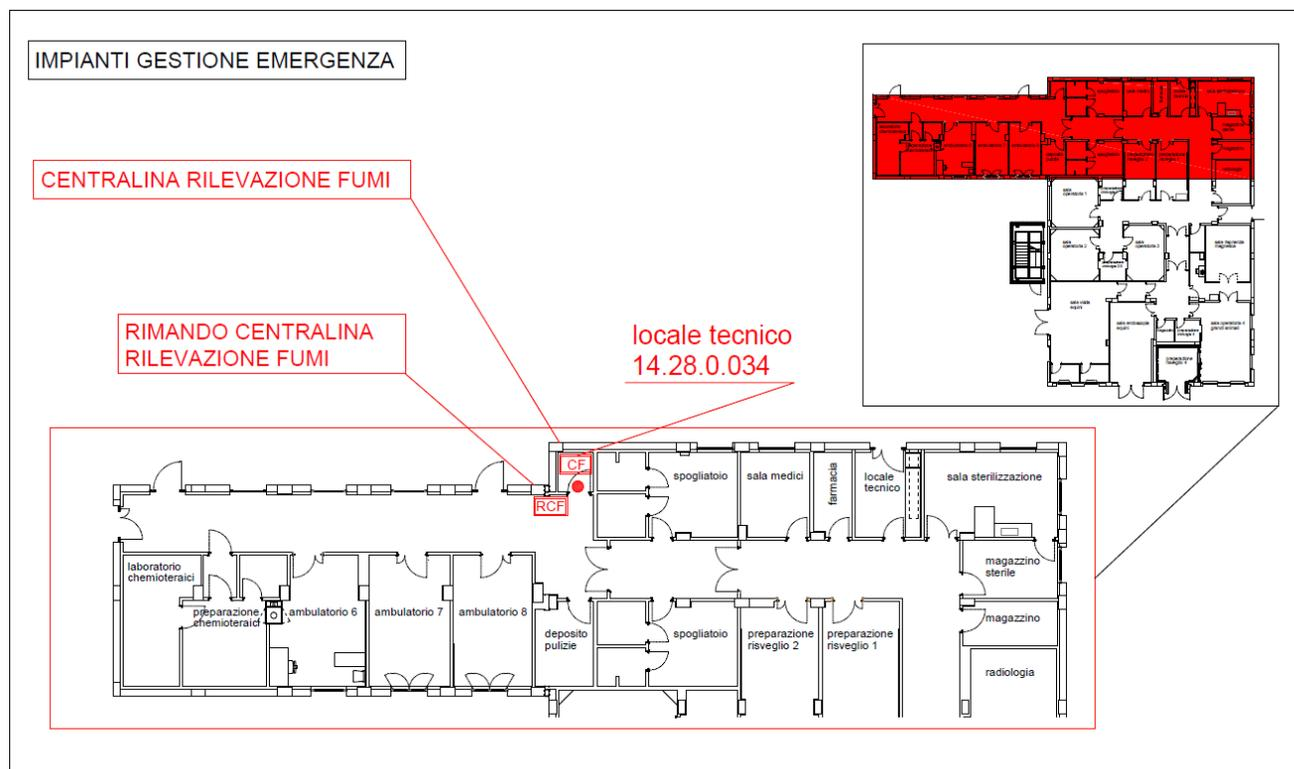

Figura 2. Ubicazione impianti gestione emergenze.
La struttura è dotata di un impianto di rivelazione automatica d'incendio costituito da una centrale di comando ubicata nel locale tecnico al piano terra (locale 1428.0.034, vedi p.to 3.3 – Figura 2), da rilevatori automatici, da pulsanti e da segnalatori ottico/acustici dislocati nei corridoi.
- i Coordinatori per l'Emergenza e tutti gli Addetti alla Lotta Antincendio e gli Addetti al Primo Soccorso che non si trovano nelle immediate adiacenze del locale in allarme, si recano presso la centrale di comando dell'impianto (vedi p.to 3.3 – Figura 2) per individuare la zona in allarme.